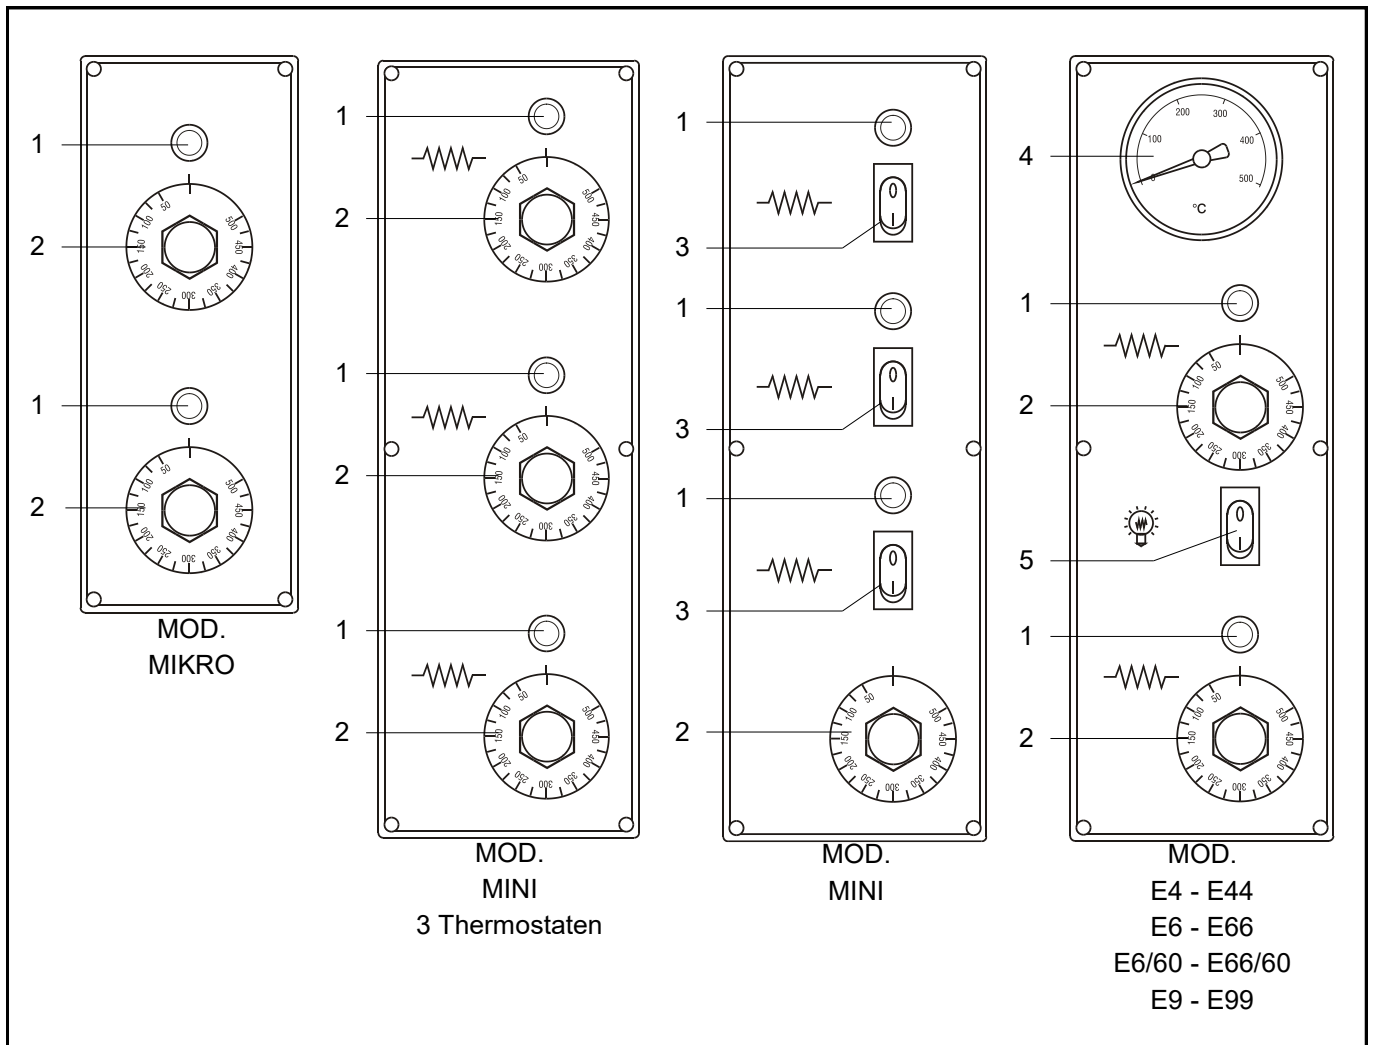

ABB. 7 (Steuertafel)
Die Steuertafel ist an der Vorderseite des Ofens installiert und ist je nach Modell anders – laut **ABB.7**.
LEGENDE ABB. 7
- 3) Den Betrieb der Eizkörper freigeben, indem man die Thermostaten (**ABB. 7 - Bez. 2**) zur vom Griff angegebenen Temperatur von **150 °C** bringt. Nur für mod. **MINI**: den Eizkörperschalter (**ABB. 7 - Bez. 3**) auf **Pos. "I"** einstellen. Die dazugehörigen grünen Warnungslampen schalten sich ein, welche den laufenden Betrieb der Eizkörpern melden;
- 5) Den Betrieb der Widerstände deaktivieren, indem man die Thermostaten (**ABB. 7 - Bez. 2**) auf **Pos. "0"** einstellt;
Nur für mod. **MINI**: den Eizkörperschalter (**ABB. 7 - Bez. 3**) auf **Pos. "0"** einstellen.
- 7) Die Tür schließen und das bei Punkt **3**) beschriebene Verfahren wiederholen, indem man die Thermostaten (**ABB. 7 - Bez. 2**) auf die vom Griff angegebene Temperatur von **400 °C** einstellt;
- 9) Den Betrieb der Eizkörpern sperren, indem man die Thermostaten (**ABB. 7 - Bez. 2**) auf **Pos. "0"** einstellt;
Nur für mod. **MINI**: den Eizkörperschalter (**ABB. 7-Bez. 3**) auf **Pos. "0"** einstellen. Die dazugehörigen grünen Warnungslampen schalten sich aus;
- 3) Den Betrieb der Eizkörpern freigeben, indem man die Thermostaten (**ABB. 7 - Bez. 2**) auf die vom Griff angegebene gewünschte Temperatur einstellt. Nur für mod. **MINI**: den Widerstandschalter (**ABB. 7 - Bez. 3**) auf **Pos. "I"** einstellen. Die dazugehörigen grünen Warnungslampen, welche den laufenden Betrieb der Eizkörpern signalisieren, schalten sich ein;
- 4) Wenn der Ofen die gewünschte Temperatur (siehe Punkt **9**) vom vorherigen Absatz) erzielt hat, wie beim Thermometer (**ABB. 7 - Bez. 4**) sichtbar ist, ist es möglich, die Pizza für das Backen in den Ofen einzuführen;
- 6) Um das Innenteil der Backkammer zu beleuchten, den Ofenlampenschalter (**ABB. 7 - Bez. 5**) drücken;
- 1) Den Ofen abschalten, indem man die Thermostaten (**ABB. 7 - Bez. 2**) und die Eizkörperschalter (**ABB. 7 -**